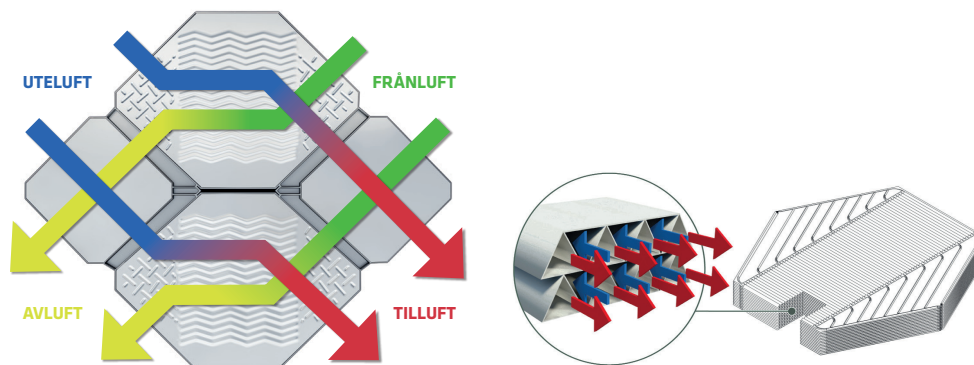

Bild 1 REC Temovex motströmsvärmväxlare samt de triangelformade plastkanalerna vi använder i de mindre bostadsaggregaten
6. Fördelen, som anges i artikeln, med att den seriekopplade korsströmsväxlaren både har frånluft och avluft på "övervåningen" har en baksida. Växlaren tar betydligt mer plats (golvyta) i anspråk jämfört med en motströmsväxlaren där växlarna ligger ovanpå varandra. Se bild 1.